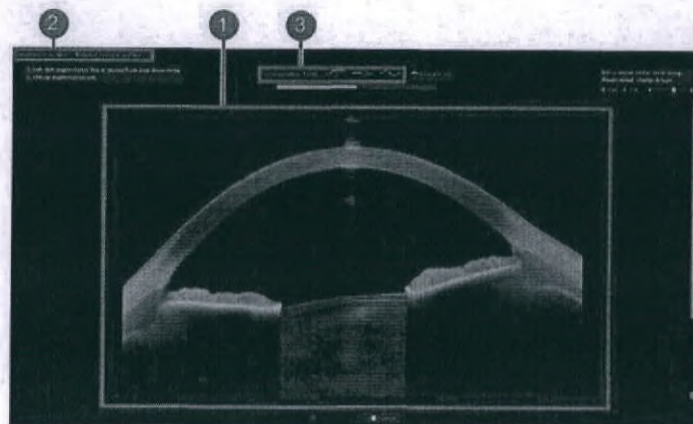

Рис. 68. Редактор сегментации
1. _> Либо щелкните нужную линию сегментации на ОКТ-изображении (рис. 68/(1)) или выберите нужную анатомическую структуру для редактирования из выпадающего списка «Линия сегментации» (рис. 68/(2)).
2. _> Используйте предлагаемые инструменты сегментации (рис. 68/(3)) и нажмите «Сохранить и закрыть», чтобы подтвердить изменения.